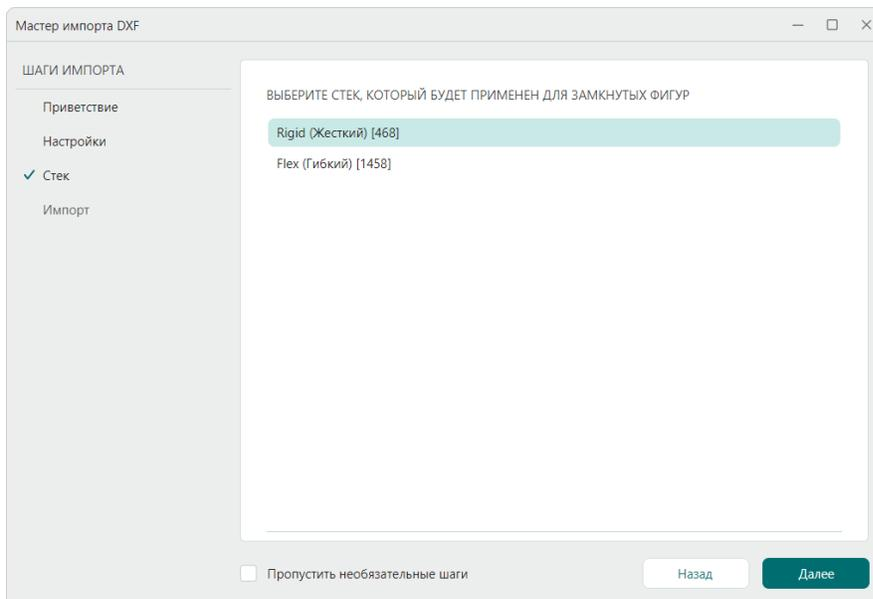

Рис. 80 Шаг мастера импорта «Стек»
- Шаг мастера импорта DXF «Стек» доступен для работы при импорте границ платы на слой BOARD\_OUTLINE в проект с несколькими стеками. В случае если печатная плата имеет один стек или импорт производится на другие слои, данный шаг исключается, см. Рис. 80.